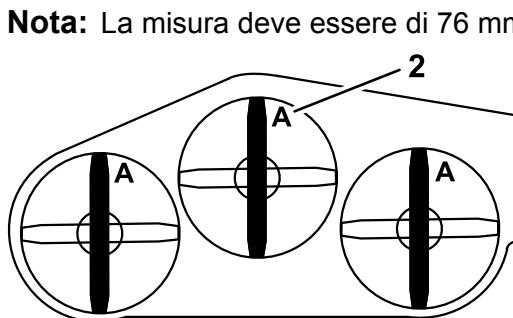

Figura 84
4. Misurate al punto **A** e da una superficie piana fino al tagliente della punta della lama (Figura 84).